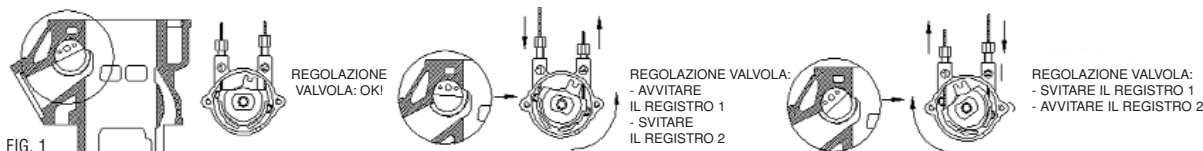

FIG. 1
- riutilizzare la boccola supporto valvola (6) - Attenzione: la boccola del cilindro a cod. originale 2RL, non può essere montata nel kit Athena, si deve, pertanto, acquistare la boccola originale 31K-1131U-00 -
- montare il nuovo o-ring Athena (11)
- inserire il nuovo paraolio Athena (12);
- montare il tappo supporto valvola Athena (7) con il nuovo o-ring Athena (11);
REGOLAZIONE VALVOLA: fissare al cilindro il coperchio puleggia (5) con i registri e collegare i relativi cavi di trasmissione anteriore (16) e posteriore (17) della valvola alla puleggia (4), bloccandola con apposita vite (18). Eseguire il CHECK-UP azionando la chiave di accensione in modo tale che la valvola compia un movimento rotatorio e si posizioni alla massima apertura della luce di scarico. Nel caso in cui la valvola, al termine del CHECK-UP, non sia perfettamente allineata con la luce di scarico, si dovrà agire sui registri per allinearla allo scarico (vedi fig.1). Fare attenzione che la tensione dei cavi di trasmissione non dovrà essere né eccessiva né formare dei laschi, per evitare che la valvola si blocchi o non completi correttamente il proprio movimento, compromettendo le prestazioni.